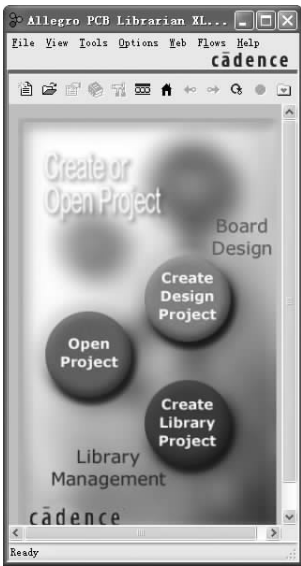
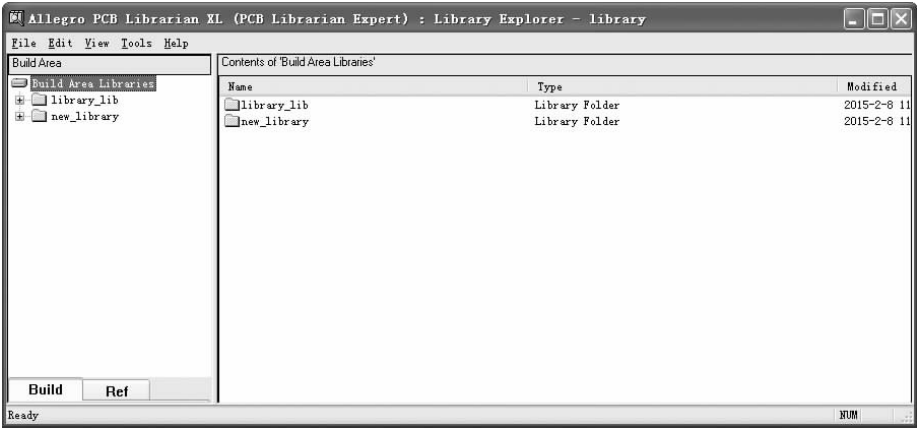

图 2-38 库管理工具窗口
图 2-40 “Library Explorer” 窗口
3. 单击 按钮后，进入库管理工具窗口，如图 2-38 所示。
在如图 2-38 所示的库管理工具窗口内，选择菜单栏中的“Tools (工具)”→“Library Tools (库工具)”→“Library Explorer (库搜索)”命令，进入“Library Explorer”图形窗口，如图 2-40 所示。